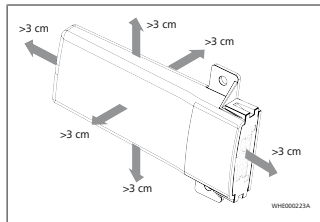

图 5
- ThermoConnect TCon2 的四周和上下与金属表面之间必须保持至少 3 厘米的距离。简图 图 5。